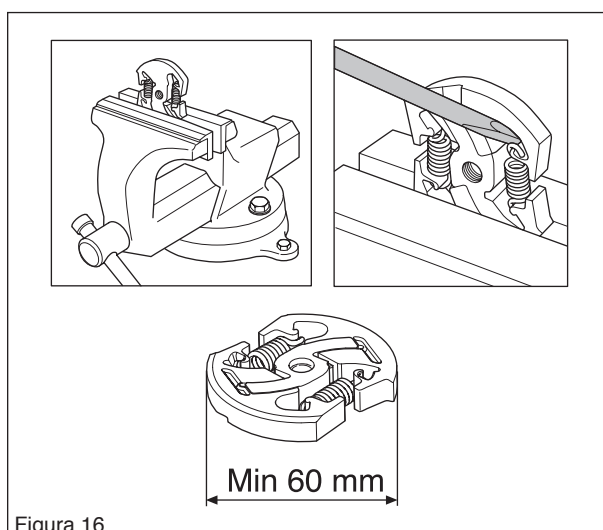

Figura 16
Fije el embrague en un tornillo de banco, tal como se muestra en la figura. Con cuidado, suelte los muelles del embrague (C) (ver la figura 16).
- Controlar el grosor de las zapatas de embrague midiendo con un pie de rey en todo el centro del embrague. Si la medida es inferior a 60 mm, debe cambiarse el embrague completo. (Ver la figura 16.)